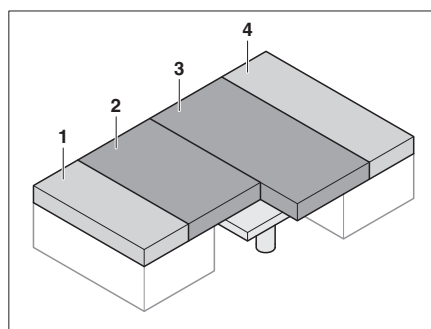

Fig. 75 Después de la transformación
- Tirar del cojín del asiento (Fig. 75,2 y 3) hacia el centro.
- Colocar los cojines del respaldo (Fig. 75,1 y 4) entre los cojines del asiento (Fig. 75,2 y 3) y la pared exterior.